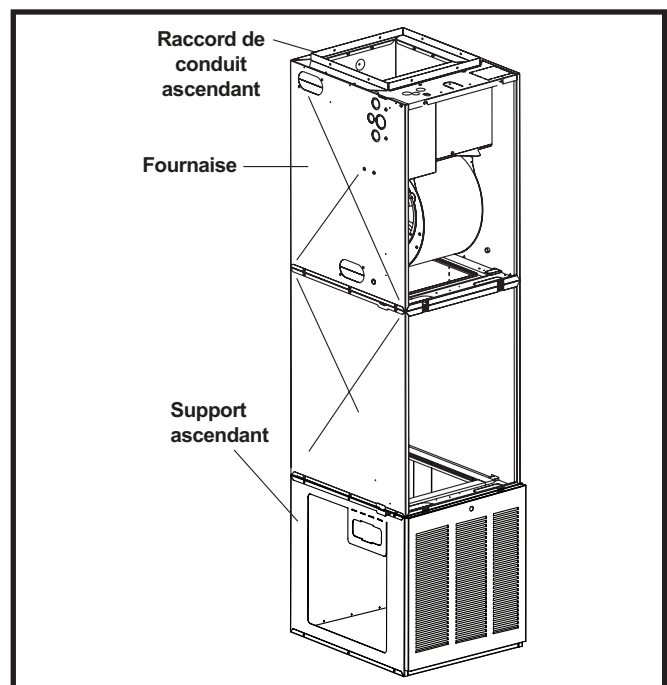

Figure 13. Système d'air de reprise au-dessus du plancher avec support ascendant
2. Utilisez le support ascendant en option (reportez-vous aux caractéristiques techniques pour obtenir le numéro de pièce) avec des filtres ou construisez une plate-forme de montage renforcée dans le placard. Voyez la Figure 13 \(page 9\).
6. Utilisez le raccord de conduit ascendant en option ou un raccord fourni sur place pour fixer l'appareil au conduit d'alimentation aérien. Voyez la Figure 13.